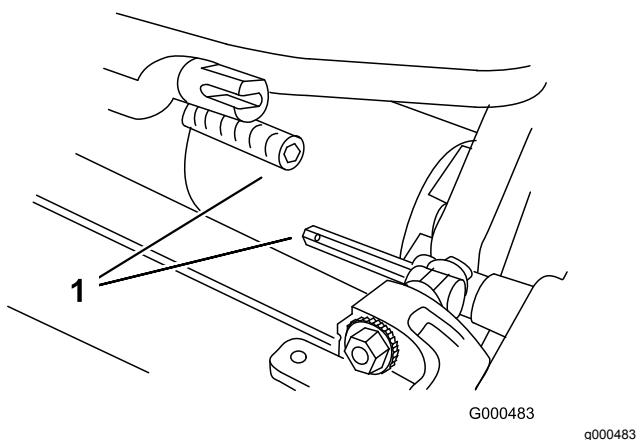

Рисунок 9
3. Задвиньте режущий блок под тяговый блок и влево, чтобы ввести в зацепление муфту трансмиссии (Рисунок 9).